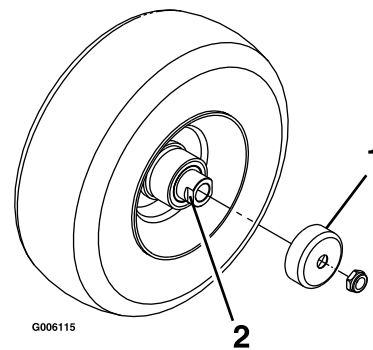

Figure 34
3. Déposez les protège-joints du moyeu de roue (Figure 34).